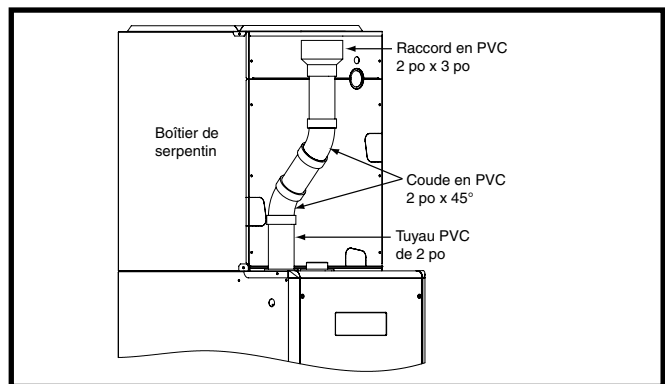

Figure 21. Installation du conduit en PVC en option
- S'il faut augmenter la dimension du conduit en PVC de 2 po (5 cm) à 3 po (7,6 cm), on peut utiliser deux coude 45° en PVC de 2 po (5 cm) pour maintenir les dégagements nécessaires entre le boîtier de serpentin et l'accouplement 2 po (5 cm) x 3 po (7,6 cm). Consulter la Figure 21 \(page 18\).